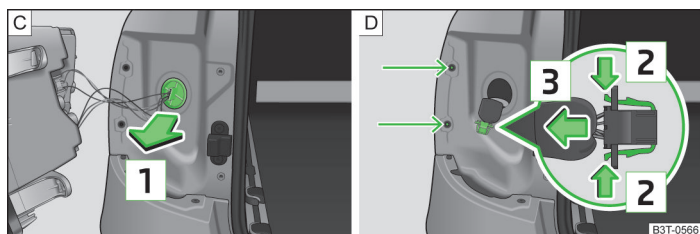
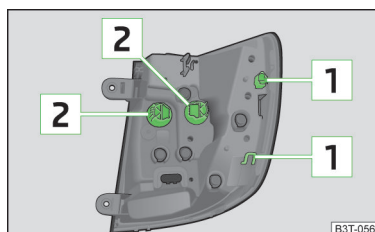

Fig. 209 Desmontar la junta / conector de la luz
Fig. 210
- Desmontar la junta de goma en la dirección de la flecha 1 » fig. 209 - C.
- Retirar el ramal de conducciones con el conector » fig. 209 - D.
- Presionar al mismo tiempo ambos enclavamientos en el conector en el sentido de la flecha 2 » fig. 209 - D.
- Montar la junta de goma en la carrocería en dirección contraria a la de la flecha 1 » fig. 209 - C.
- Conectar la luz posterior con los orificios 1 » fig. 210 de la página 266 en los pernos de la carrocería » fig. 209 - D.
- Girar el portalámparas 2 » fig. 210 en el **sentido contrario** al de las agujas del reloj y extraer de la carcasa.